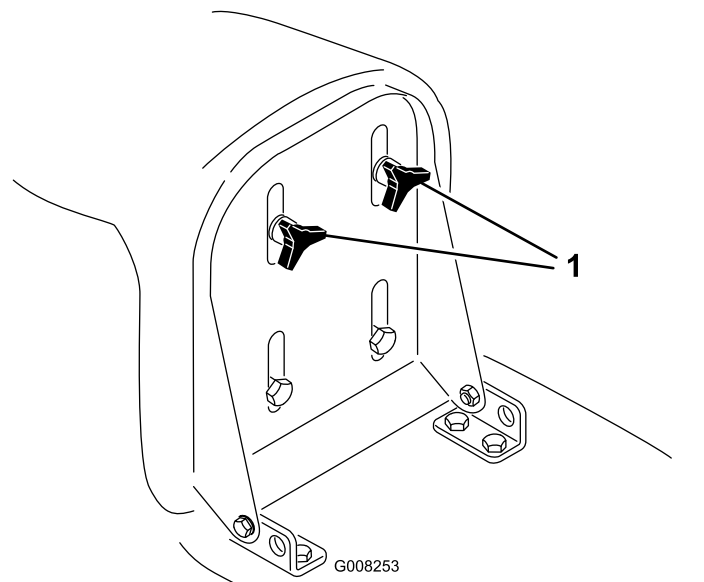

Bild 7
1. Klappen Sie den Sitz hoch und lösen Sie die Einstellhandräder (**Bild 7**).